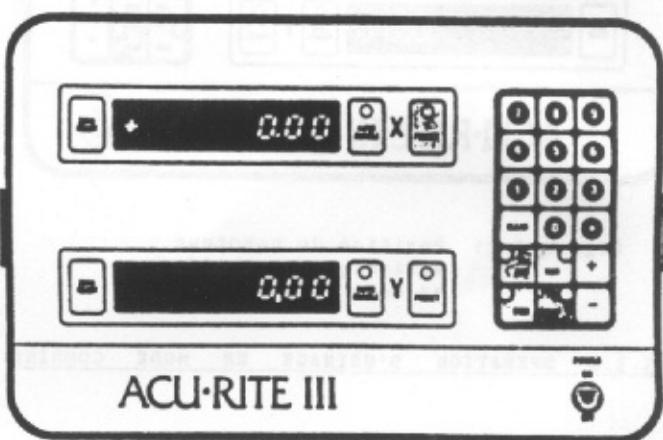

Figure 3.19 Position du compteur : introduction de la présélection - mode absolu
- d) lorsque l'on se trouve en mode absolu, le fait d'appuyer sur la touche PRESET vous permet de présélectionner le registre absolu. (Figure 3.19)